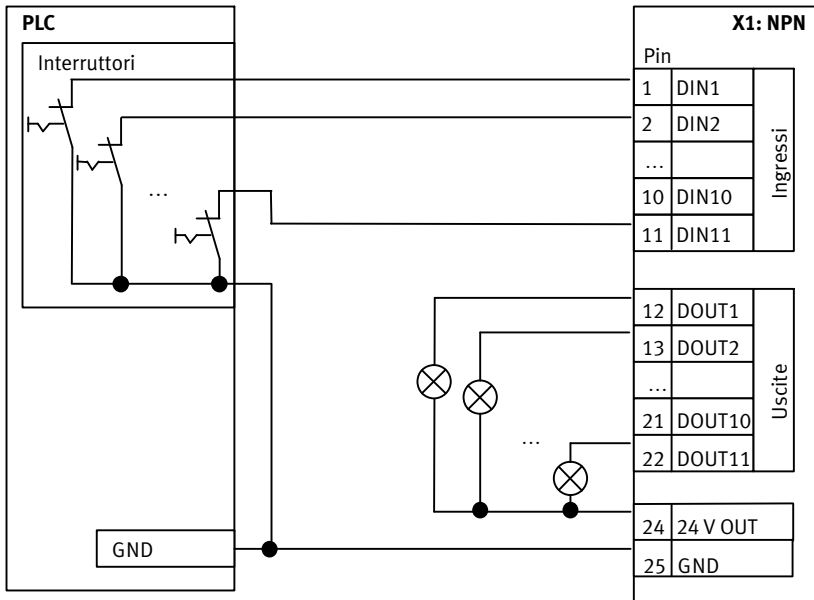

Fig. 4.3 Collegamento della variante dell'interfaccia NPN (CMMO-...DION)
- Tipo CMMO-...-DION = logica negativa NPN (→ Fig. 4.3)